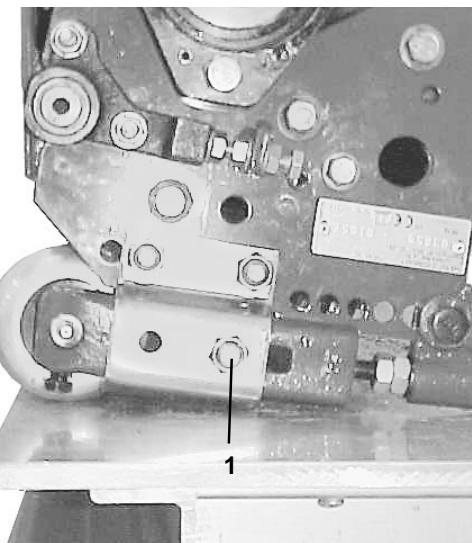

Figure 24
4. Desserrez les contre-écrous sur les supports latéraux arrière (Fig. 24).